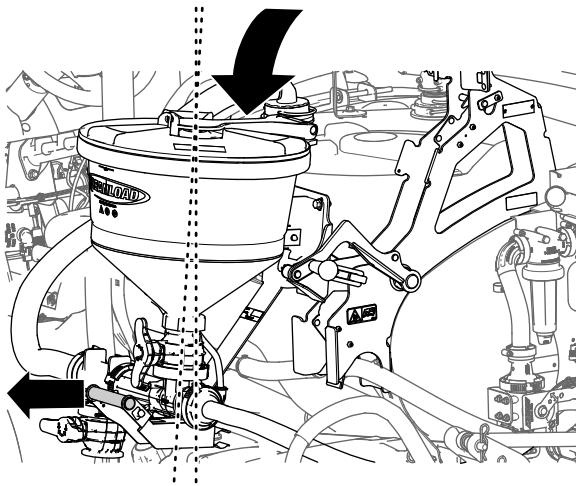

Bild 35
4. Halten Sie den Ejektorgriff etwas nach außen, wenn Sie den Ejektor absenken (Bild 35).
2. Halten Sie den Ejektorgriff etwas nach außen, wenn Sie den Ejektor anheben (Bild 35).